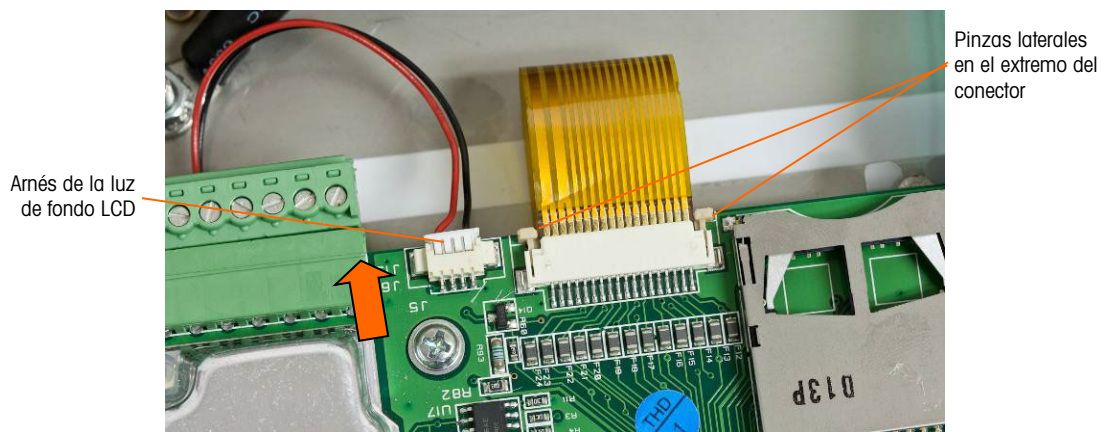

Figura 5-18: Remoción del arnés de la pantalla
2. Para retirar el arnés de la tarjeta de la pantalla, deslice con cuidado los dos extremos de plástico del conector de la tarjeta principal del centro de la tarjeta (liberando la tensión sobre el arnés) y separe el arnés del conector. Esto se muestra en la Figura 5-18.
3. Retire los arneses de la luz de fondo LCD (también se muestran en la Figura 5-18) separándolos con cuidado de la tarjeta en los extremos izquierdo y derecho del conector. No tire de los alambres, ya que puede dañar el arnés.